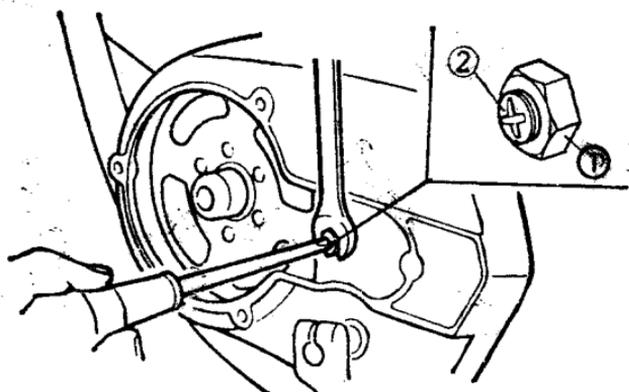

图 1-9
为保证离合器结合时不打滑，分离时不粘滞，必须使离合器片之间的间隙适当。如图1-9所示，首先将发动机左侧盖取下，找到离合器调整螺钉，用小扳手将锁紧螺母①拧松，然后用改锥顺时针方向将螺钉②轻轻拧到底（当手感到拧不进去了，就不要再用力拧），然后逆时针方向拧，退回1/4圈即可。如果一开始顺时针方向就拧不动，则应先逆时针方向将螺钉②退出1~2圈，再顺时针方向将螺钉轻轻拧到底，然后再退回1/4圈即可。